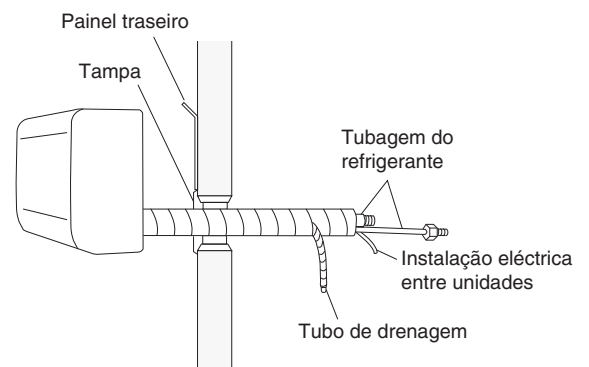

Fig. 3-24
- (1) Perfile a tubagem do refrigerante de modo que a mesma possa passar facilmente pela abertura na parede. (Fig. 3-24)